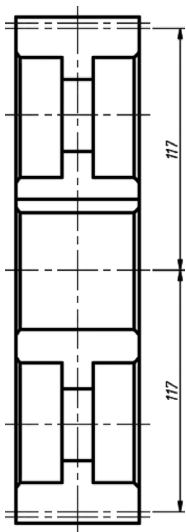

图 13-71 创建两条偏移中心线
① 使用 OFFSET 命令创建图 13-71 所示的两条偏移中心线，图中给出了相应的偏移距离，偏距距离均为 117。